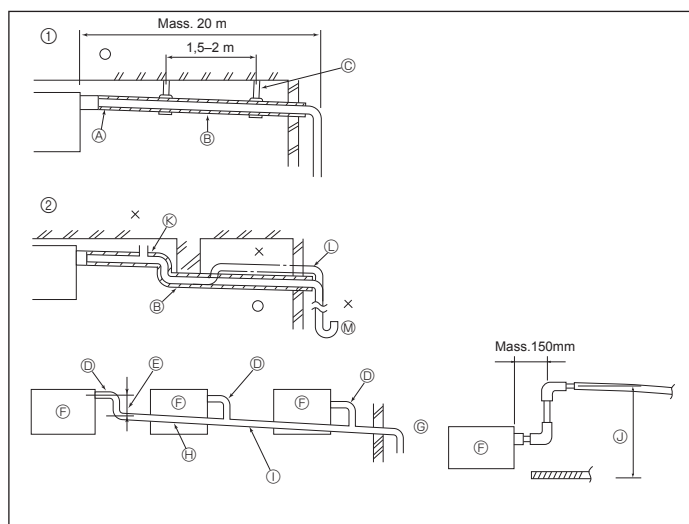

Fig. 6-1
6.1. Installazione della tubazione di drenaggio (Fig. 6-1)
- ① Tubazione corretta
- ② Tubazione non corretta